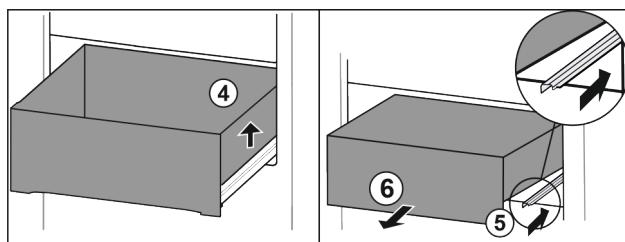

Fig. 83
- Повдигнете чекмеджето отляво. Fig. 83 (4)
- Вкарайте дясната релса. Fig. 83 (5)
- Извадете чекмеджето напред. Fig. 83 (6)